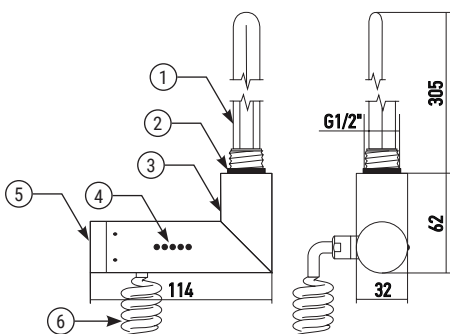
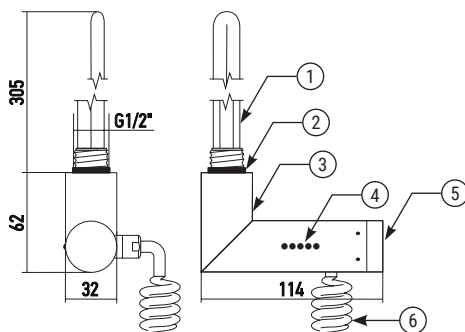

Рис.2
Рис.3
6.3. Составные элементы: правый ТЭН (рис. 2) или левый ТЭН (рис. 3).